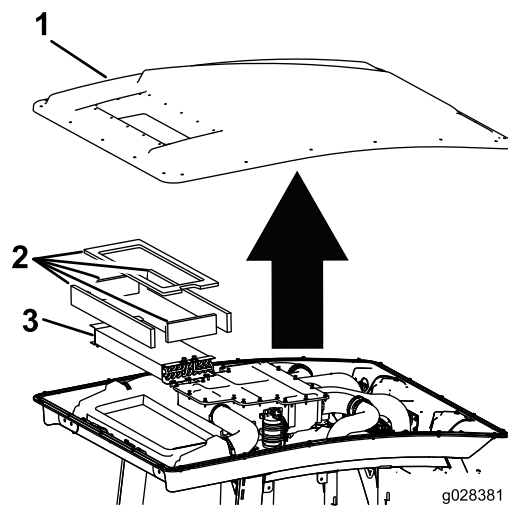

Figura 95
3. Retire los 22 pernos que sujetan el techo de la cabina, y retire el techo (Figura 95).
4. Retire los filtros de aire (Figura 95).
5. Retire y limpie los serpentines del aire acondicionado (Figura 95).